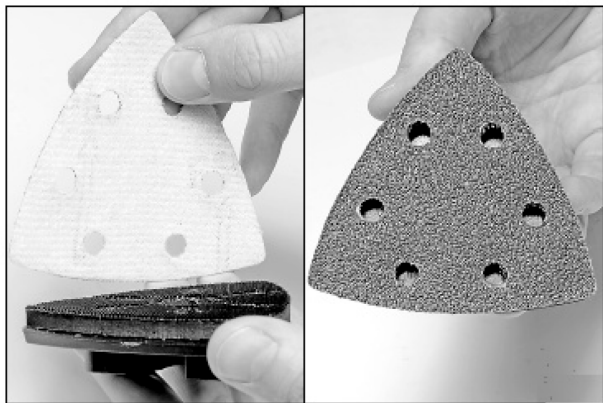

Рис. 7
1. Поместите на основание дельта-подошвы абразивный лист, совместив отверстия для пылеудаления на абразивном листе с отверстиями для пылеудаления на подошве. Прижмите рукой абразивный лист, затем, надавите подошвой с установленным абразивным листом на плоскую поверхность (это действие обеспечивает хорошее прилипание и предотвращает преждевременный износ абразивного листа) (Рис. 7).